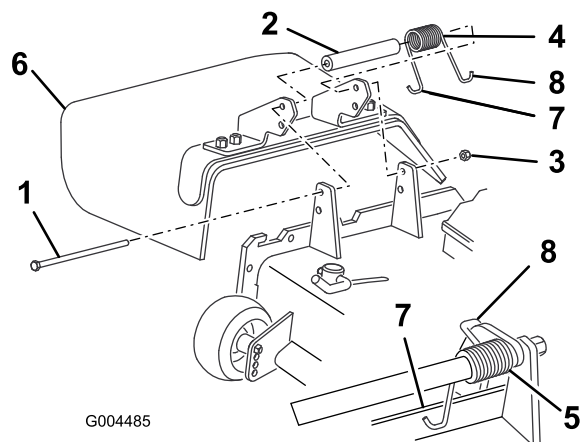

図 71
2. デフレクタをピボット・ブラケットに固定しているロックナット、ボルト、スプリング、スペーサを外す(図 71)。デフレクタを取り外す。
3. デフレクタのブラケットの間にスペーサとスプリングを入れる(図 71)。スプリングの左側のフックを、デッキのエッジに引っ掛ける。
注 ボルトを取り付ける前に、スプリングのJ字フックがデッキの後部エッジに図 71のように取り付けられていることを確認してください。
4. ボルトとナットを取り付ける。スプリングの右側のフックを、デフレクタに引っ掛ける(図 71)。